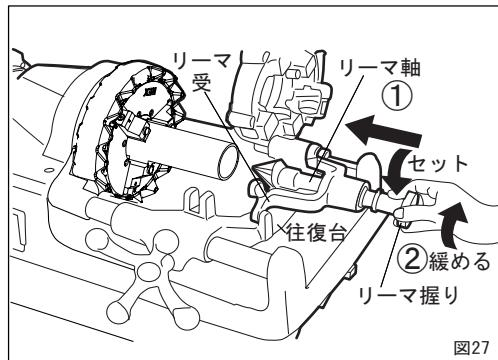

図27
- ① 使用しないダイヘッドとカッタをおこしてください。
- ② リーマをたおして往復台にセットしてからリーマ握りを押して図のようにリーマを突きだします。
- ③ 握りを反時計方向に回してホルダーにセットします。(図27)